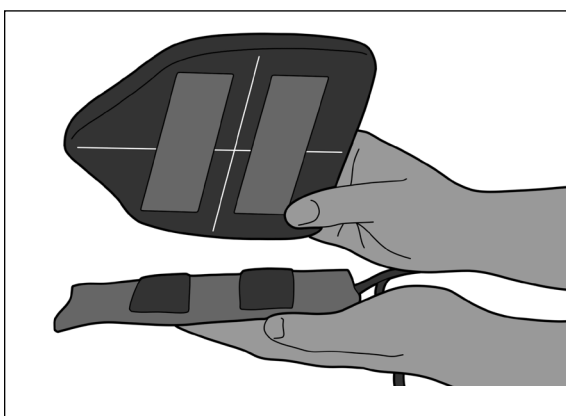

Fig. 1
1. Assicurarsi che la piastra sia allineata correttamente per il fissaggio alla camera d'aria (Fig. 1). Allineare la chiusura a strappo.